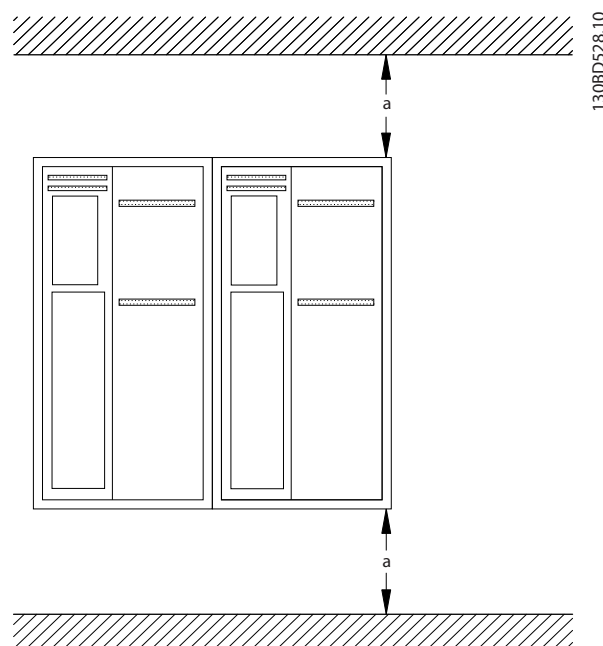

Bild 3.2 Övre och nedre kylningsavstånd
- Se till att kylningsavståndet är tillräckligt stort både ovanför och under enheten. I *Bild 3.2* finns avståndskraven specificerade.